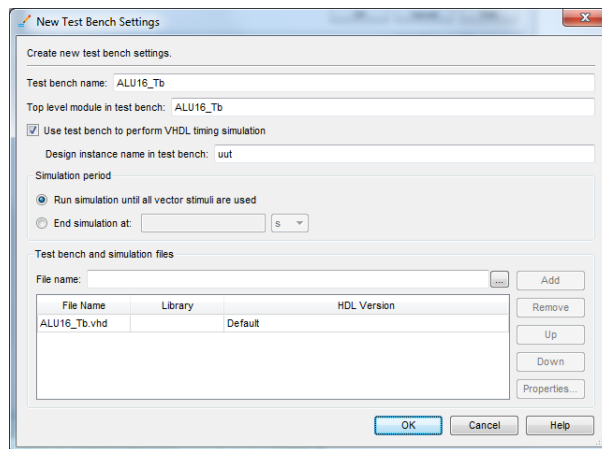

Figura 13 – Aspeto da janela “New Test Bench Settings” após configuração das opções.
- Na janela seguinte clique no botão “New...” e preencha todos os campos conforme ilustrado na Figura 13 (não se esquecendo de adicionar o ficheiro “ALU16_Tb.vhd” à lista de “Test bench and simulation files”).